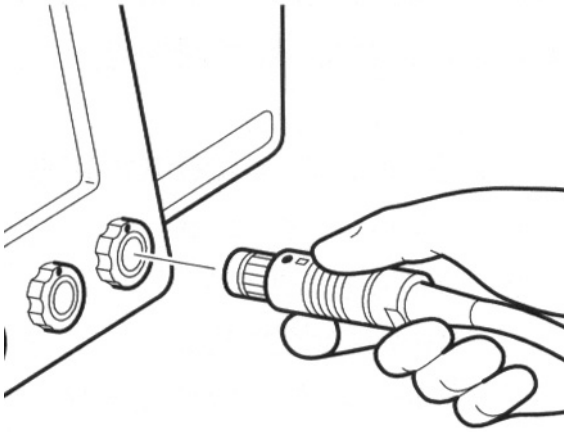

図2 シェイバーコンソールへのハンドピースの接続
2. ケーブルコネクタをポートにそっと押し込みます。所定の位置にロックされます (図 2 参照)。(ケーブルを取り外すには、ケーブルコネクタをつかみ、コネクタカラー部を引いて抜きます。)